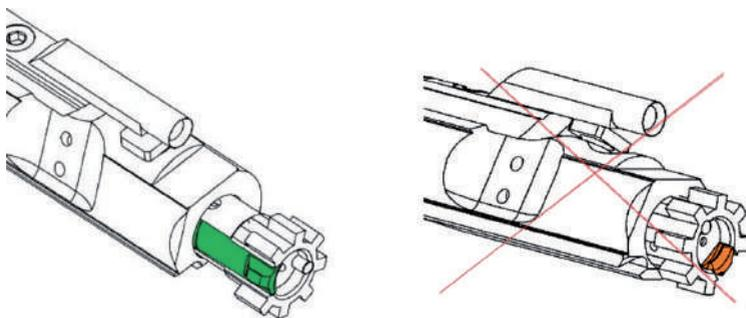

Рис. 91. Положення затвору при збиранні із затворною рамою
2. Зібрати затворну раму і затвор. Для цього помістити затвор у затворну раму так, щоб викидач був спрямований у бік екстракційного вікна (рис. 91). В такому положенні отвір затвора під палець затвора збігатиметься з копірним пазом затворної рами й дозволить встановити палець затвора.